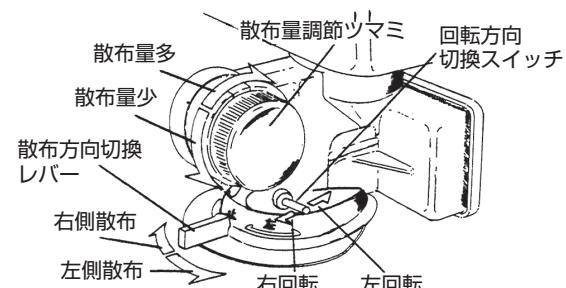

図6
3. 回転方向切換スイッチで“右回転”または“左回転”に入れ、モーターを回転させて下さい。(図6)
4. 敷布量調節ツマミを手前へ回すと、シャッターが開き、肥料、農薬を散布することができます。(図6)